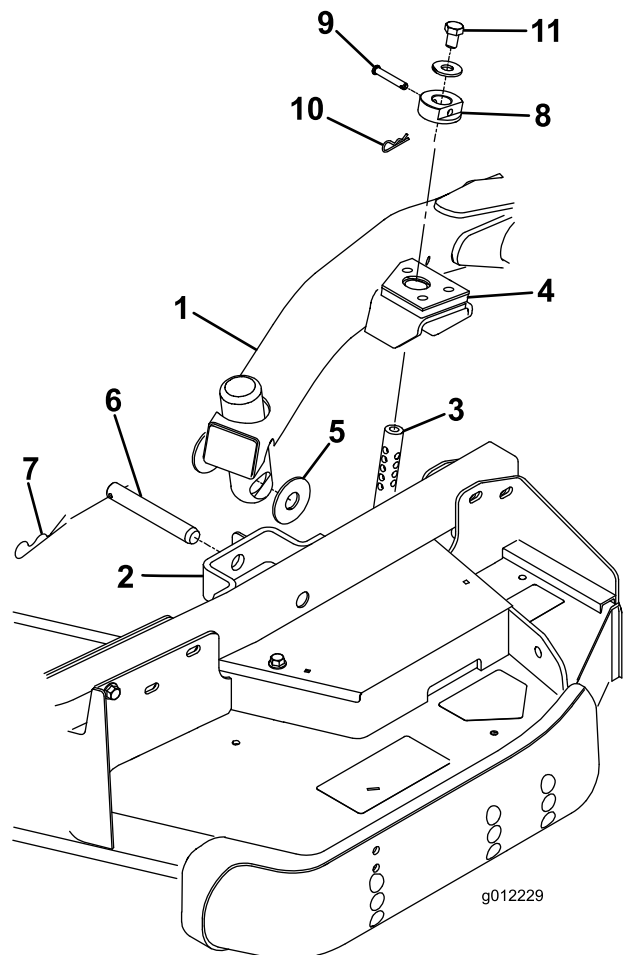

図 4
2. 昇降レバーをフロート位置とする。昇降アームを押し下げて、昇降アームについている穴とキャスタアームブラケットについている穴を整列させ、昇降アームのパッドに刈高ロッドを挿入できるようにする(図 4)
3. スラストワッシャ 2 枚、クレビスピン、ヘアピンコッターを使って、昇降アームをキャスタアームに固定する。スラストワッシャは昇降アームとキャスタアームブラケットの間に入れる(図 4)コッターピンを、キャスタアームタブのスロットに差し込んで固定する。
7. 刈高ロッドに刈高カラーを取り付け、クレビスピンとヘアピンコッターで固定する(図 4)できれば、クレビスピンの頭をデッキの前面に向けておく。
8. 刈高ロッドのそれぞれの上部に、ボルト 1/2 x 3/4 インチとワッシャを取りつける 図 4。